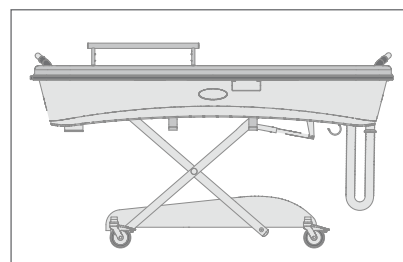

Abbildung 16. Seitenreling wird verwendet
1. Drücken Sie die Entriegelungsknöpfe an den Längsschienen der Seitenrelings und heben Sie die Seitenrelings aus ihren Aufnahmen (siehe Abbildung 16 und 17).